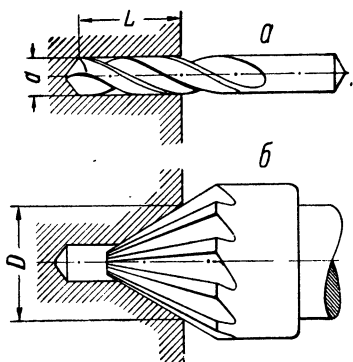
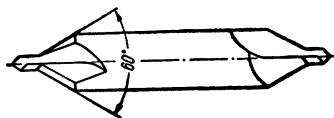

Рис. 177. Изготовление цилиндрической (а) и конической (б) частей центрового отверстия.
Рис. 178. Комбинированное центрозочное сверло.
бина цилиндрической части (L) равна половине, а ее диаметр (d) — одной пятой диаметра обрабатываемой детали. Цилиндрическую часть делают сверлом, а коническую — зенковкой (рис. 177). Удобнее, конечно, для этой цели употреблять комбинированное центровочное сверло (рис. 178), которое, так же как простое сверло и зенковка, с помощью патрона укрепляется в пиноли задней бабки. Подготовленную деталь устанавливают в центрах.